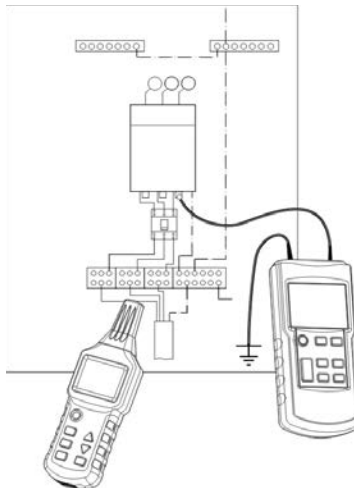

Fig.16
3. Branchez l'émetteur de la manière illustrée par la figure 16.